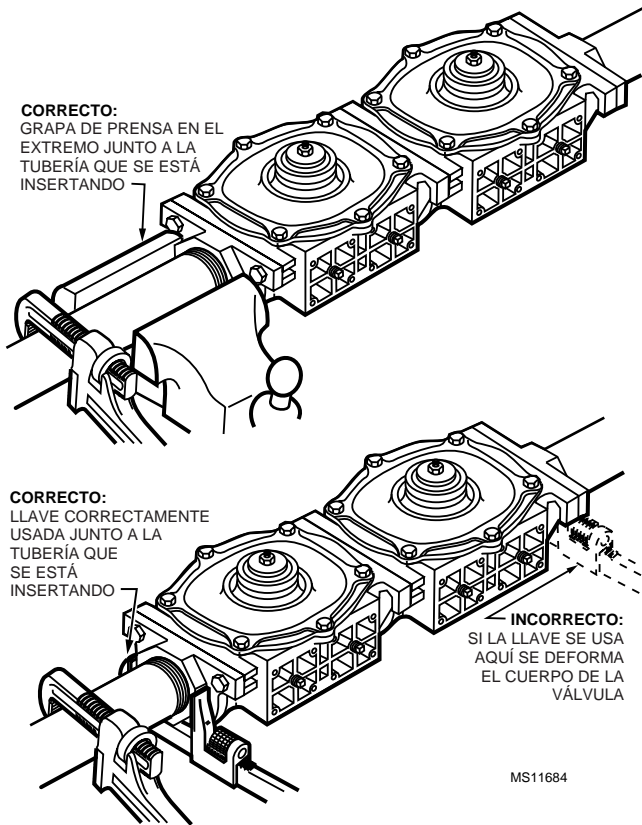

Fig. 5. Instalación de dos Válvulas V5097 de 3/4 pulg. a 3 pulg.
12. Use una llave stilson sólo a la parte plana del adaptador de tubería junto al lugar donde se está insertando la tubería (Fig. 5). Si se usa una llave en el mismo cuerpo de la válvula, o en el extremo de la tubería que se está insertando, se puede distorsionar el colado ocasionando un mal funcionamiento. No utilice la válvula como palanca.